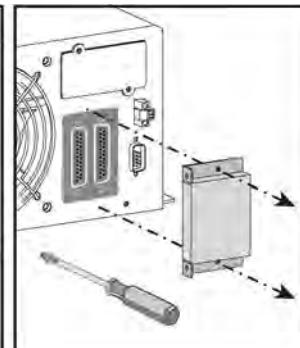

рис. 3.4.2.b
- Удалите перемычку S1 - S2 с клемм параллельной работы на клеммнике устройства (рис. 3.4.2.a).